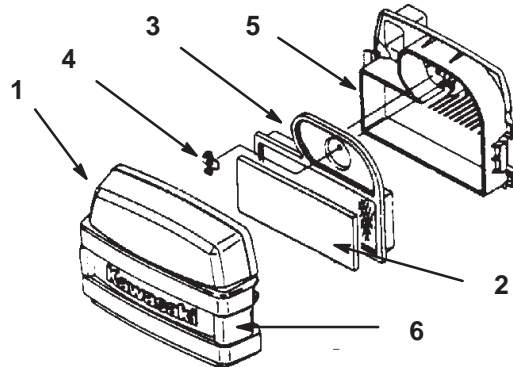

Figure 33
2. Nettoyez la surface autour du filtre à air pour éviter que des impuretés ne s'introduisent dans le moteur et l'endommagent. Dégagez les deux fixations latérales et déposez le couvercle du filtre à air (Fig. 33).
3. Sortez délicatement l'élément en mousse de l'élément en papier (Fig. 33).
4. Dévissez l'écrou papillon et retirez l'élément en papier (Fig. 33).
1. Glissez délicatement l'élément en mousse dans l'élément en papier (Fig. 33).
2. Posez l'ensemble filtre à air sur sa base et installez l'écrou papillon (Fig. 33).
3. Reposez et verrouillez le couvercle du filtre à air (Fig. 33).